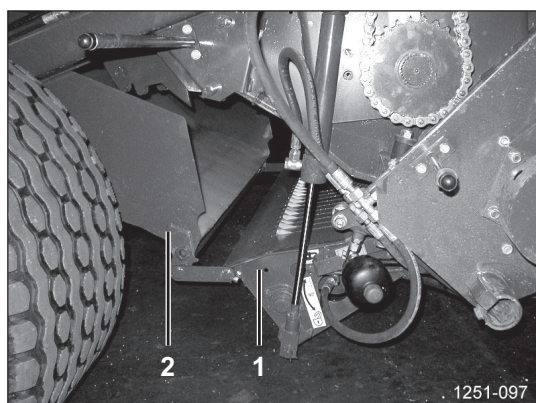

Рисунок 106
- ❑ Отсоединение откидного днища ванны компрессора от ножевой плиты: отожмите вверх щеколду [3] и полностью опустите откидное днище. Рисунок 106: Откидное днище и ножевая плита открыты (правая сторона по направлению движения).